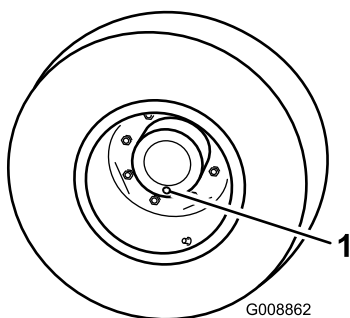

Figura 81
1. Posizionando la ruota in modo che un tappo di controllo si trovi nella posizione più bassa (a ore 6) (Figura 81), parcheggiate la macchina su terreno pianeggiante, innestate il freno di stazionamento, abbassate i piatti di taglio, spegnete il motore e togliete la chiave.